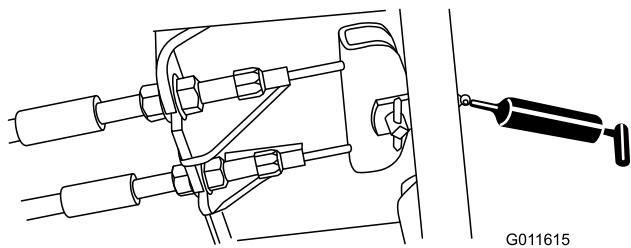

Figura 37
- Pedal de freno (1) (Figura 37)